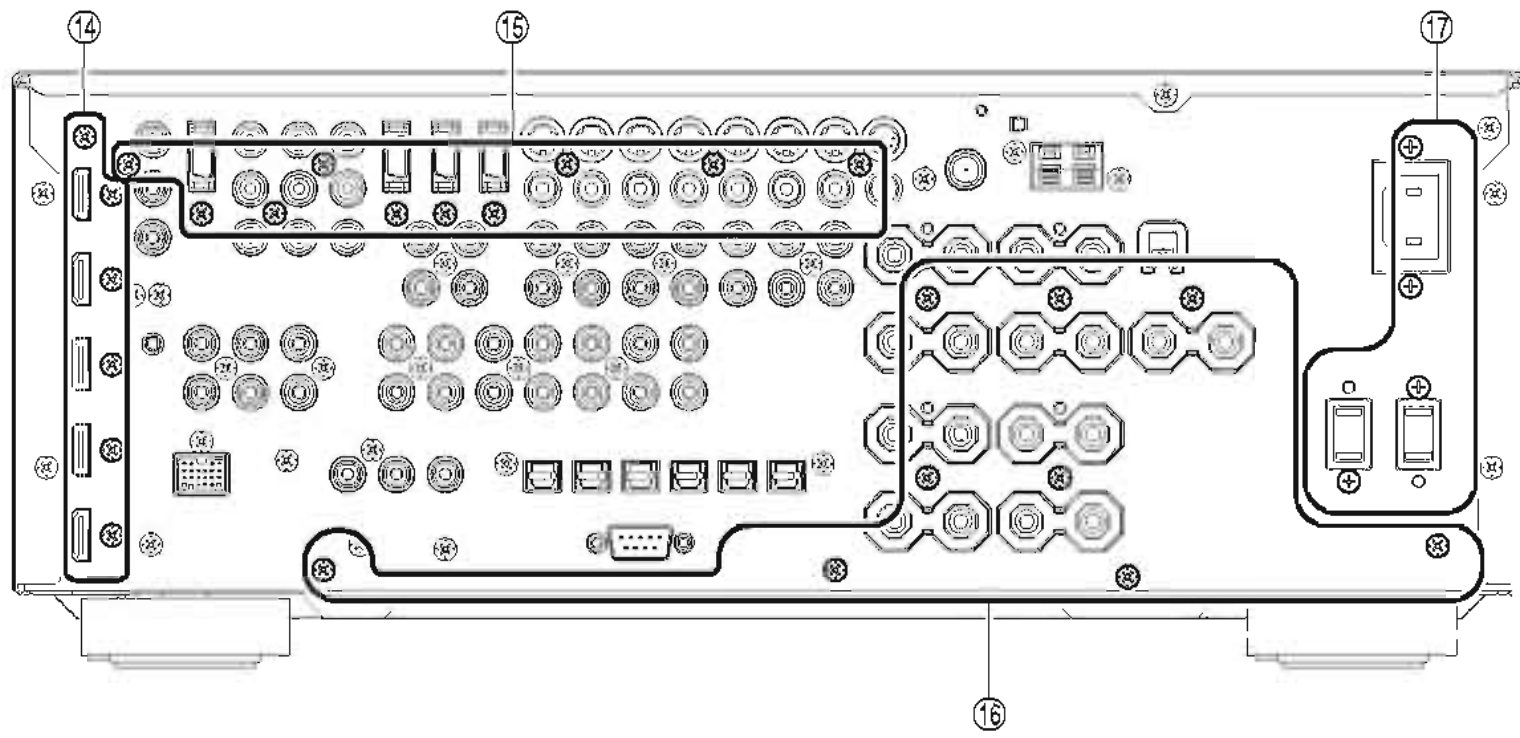

Fig. 6
- e. Remove 6 screws (14). (Fig. 6)
- d. ⑭のネジ 6 本を外します。(Fig. 6)
- a. Remove 6 screws (15). (Fig. 6)
- a. ⑮のネジ 10 本を外します。(Fig. 6)
- a. Remove 11 (U, C, T, K, A, B, G, E models) / 13 (R, L models) screws (16) and 4 (U, C, R, T, A, B, G, E, L models) / 2 (K model) screws (17). (Fig. 6)
- a. ⑯のネジ 9 本、⑰のネジ 4 本を外します。(Fig. 6)